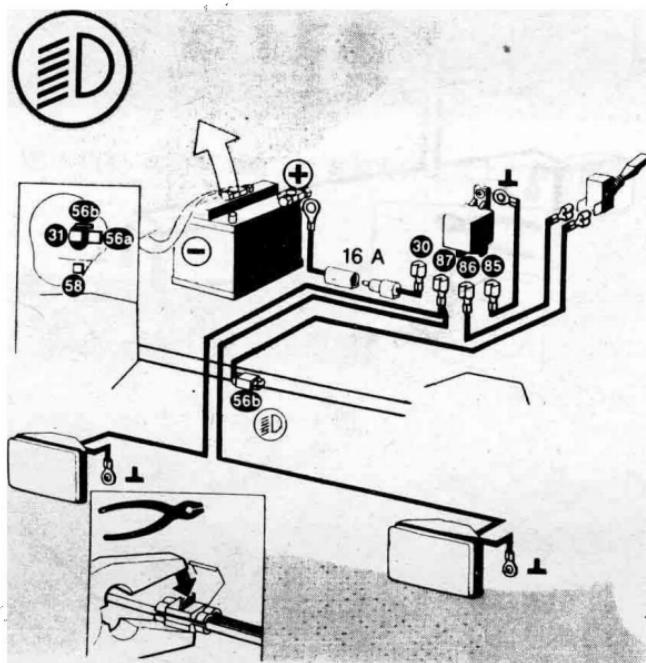

图 1—11
13. 安装位置可放在保险杠上方或在水箱通风板上钻孔安装，如图 1—14~图 1—18 所示。